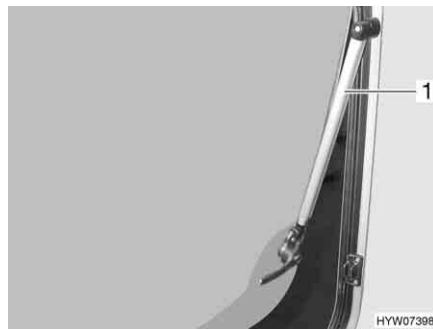

Bild 64 Överkantshängt fönster med automatik-spärr
- Öppna det överkantshängda fönstret till önskat läge. Automatik-spärren (Bild 64,1) hakar fast automatiskt.